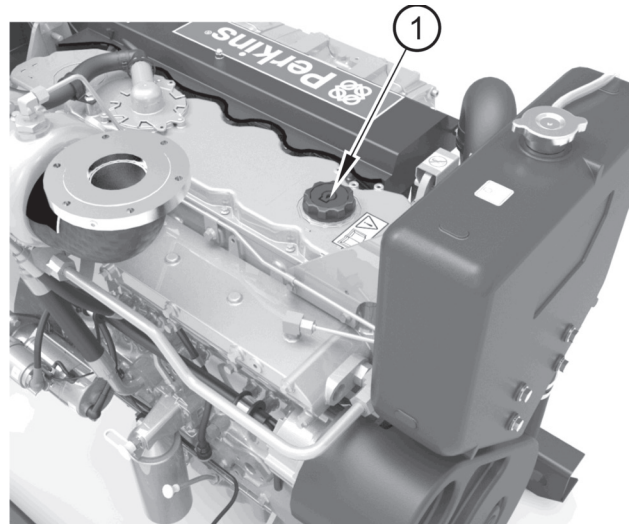

Figura 31
6. Quite el tapón de llenado de aceite (figura 31, elemento 1).